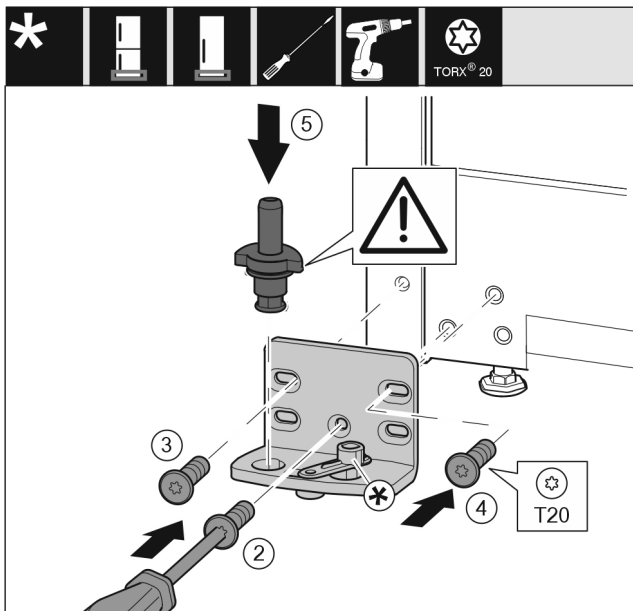

Fig. 17
- ▶ Lagerbus op de andere kant aanbrengen en met behulp van een schroevendraaier T20 vastschroeven. Met schroef 2 onder in het midden beginnen. Fig. 17 (2)
- ▶ Schroef 3 en 4 vastschroeven. Fig. 17 (3,4)
- ▶ Lagerbout volledig aanbrengen. Let op dat de vergrendelnok naar achter wijst. Fig. 17 (5)